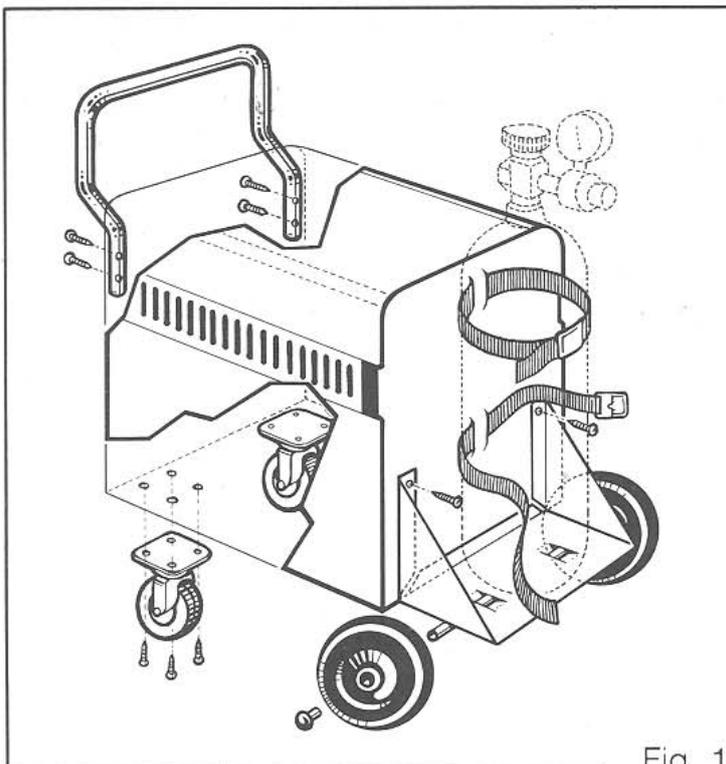

Fig. 1
Para montar el kit carrito las instrucciones indicadas por la Fig. 1.
Enhilar las correas en los ojales aptos (Fig. 1). Colocar y fijar la botella en la parte posterior de la máquina por medio de las correas (62).